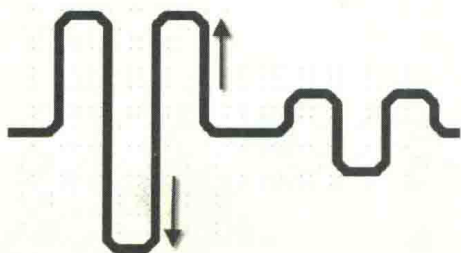

图 9-107 蛇形线及蛇形幅度递增
③ Gap: 蛇形圆弧两条线之间的间距，一般需要满足 3W 规则（3 倍线宽间距）。
④ Max Amplitude: 描述的是蛇形等长线最大的幅度。
⑤ Amplitude Increment: 手动增加蛇形幅度的每次递增幅度，建议设置为 2mil，不建议设置过大。
⑥ Gap Increment: 手动增加蛇形等长 Gap 的每次递增幅度，建议设置为 2mil，同样不建议设置过大。
(3) 在需要等长的信号线上滑动，即可出现蛇形线，如图 9-107 所示。在走线状态下，按键盘上的“<”和“>”按键可以调整蛇形线的上下幅度，每次递增幅度是之前